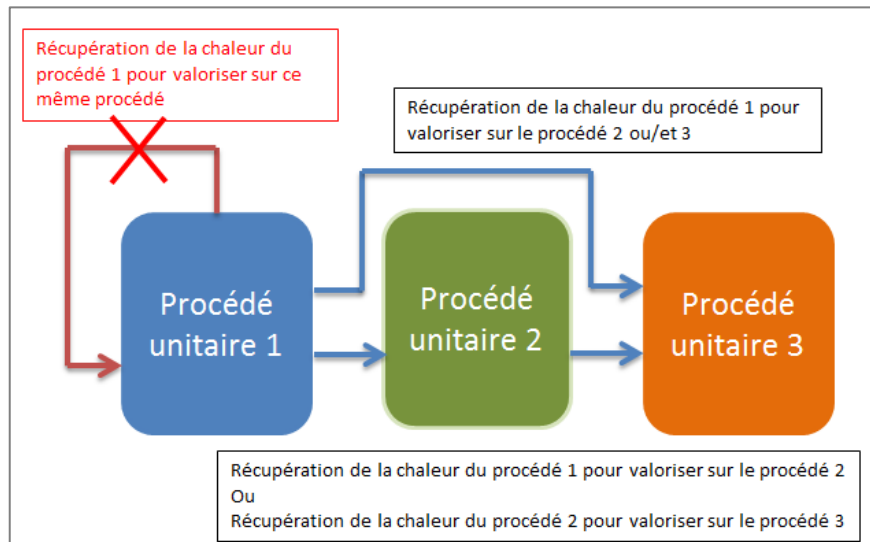

Figure 4 : Périmètre d'éligibilité du Fonds Chaleur
- Un **système de captage de chaleur** sur un procédé unitaire (colonne à distiller, séchoir, four, chaudière...) Pour une valorisation vers un autre procédé unitaire, y compris le chauffage des ateliers ou des bureaux (figure 4) ;